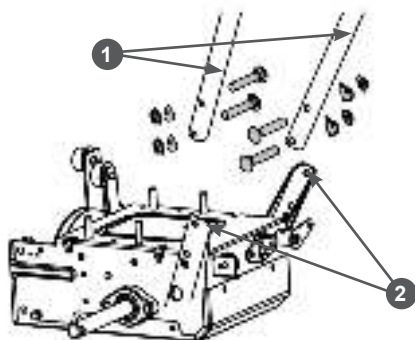

Рис. 3 Установка рукояток ST553
3. Установите рабочие рукоятки **ST553**: Совместите отверстия в рукоятках 1 и направляющих 2 рамы, вставьте в отверстия болты и закрутите гайки (Рис. 3).